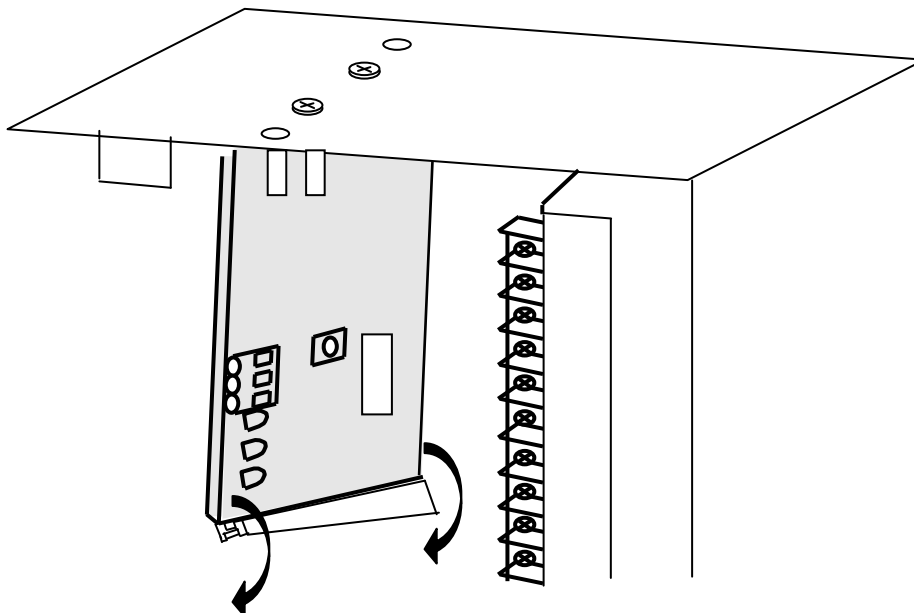

Figura 3
- Instale el módulo receptor dentro de la caja. Para ello gire la guía hacia la izquierda e inserte el módulo receptor en los tornillos del plano de tierra (Figura 3).